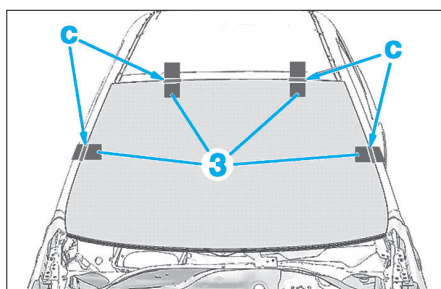

FIG. 3
- Apposer des bandes témoins (3) en C (Fig.3).